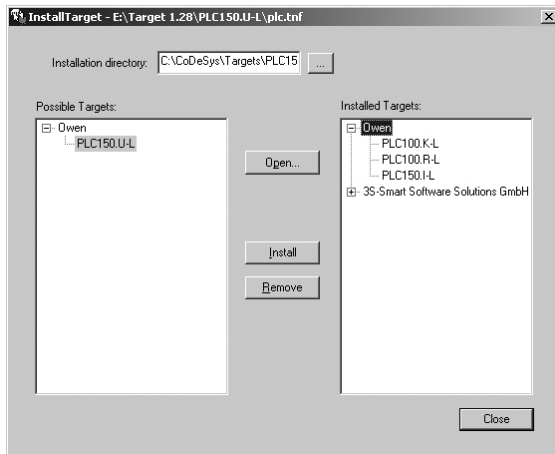

Рисунок 6.1 - Окно «InstallTarget» утилиты InstallTarget
- В открывшемся при запуске утилиты **InstallTarget** окне (рисунок 6.1) – нажать кнопку Open и указать путь доступа к инсталлируемому Target-файлу (имеющему расширение ***.tnf**, Target Information File). Target-файлы контроллеров ОВЕН ПЛК100 могут быть скачаны с сайта www.owen.ru. При скачивании с сайта папку с Target-файлами надо разархивировать и сохранить на жестком диске ПК.